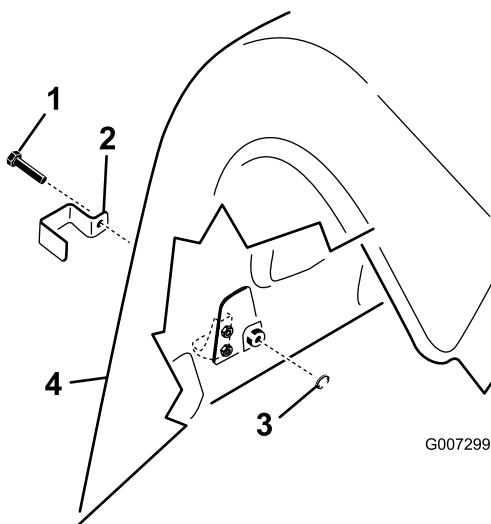

図 18
1. プロコア 864 モデルでは、タップボルト全部で 4 本を使用して左右の後下側フードと上側フードのラッチにロックブラケットを取り付ける; 図 18 を参照。
2. プロコア 1298 モデルでは、タップボルトコアリングヘッドあたり 3 本、全部で 6 本を使用して、左右の後部うカバーの後下側フードのラッチと外側の上フードのラッチにロックブラケットを取り付ける; 図 18 を参照。
3. プライヤかモンキーレンチを使って、内部ロックワッシャを各ボルトに入れて 1 山か 2 山 ラッチを固定する 図 18。